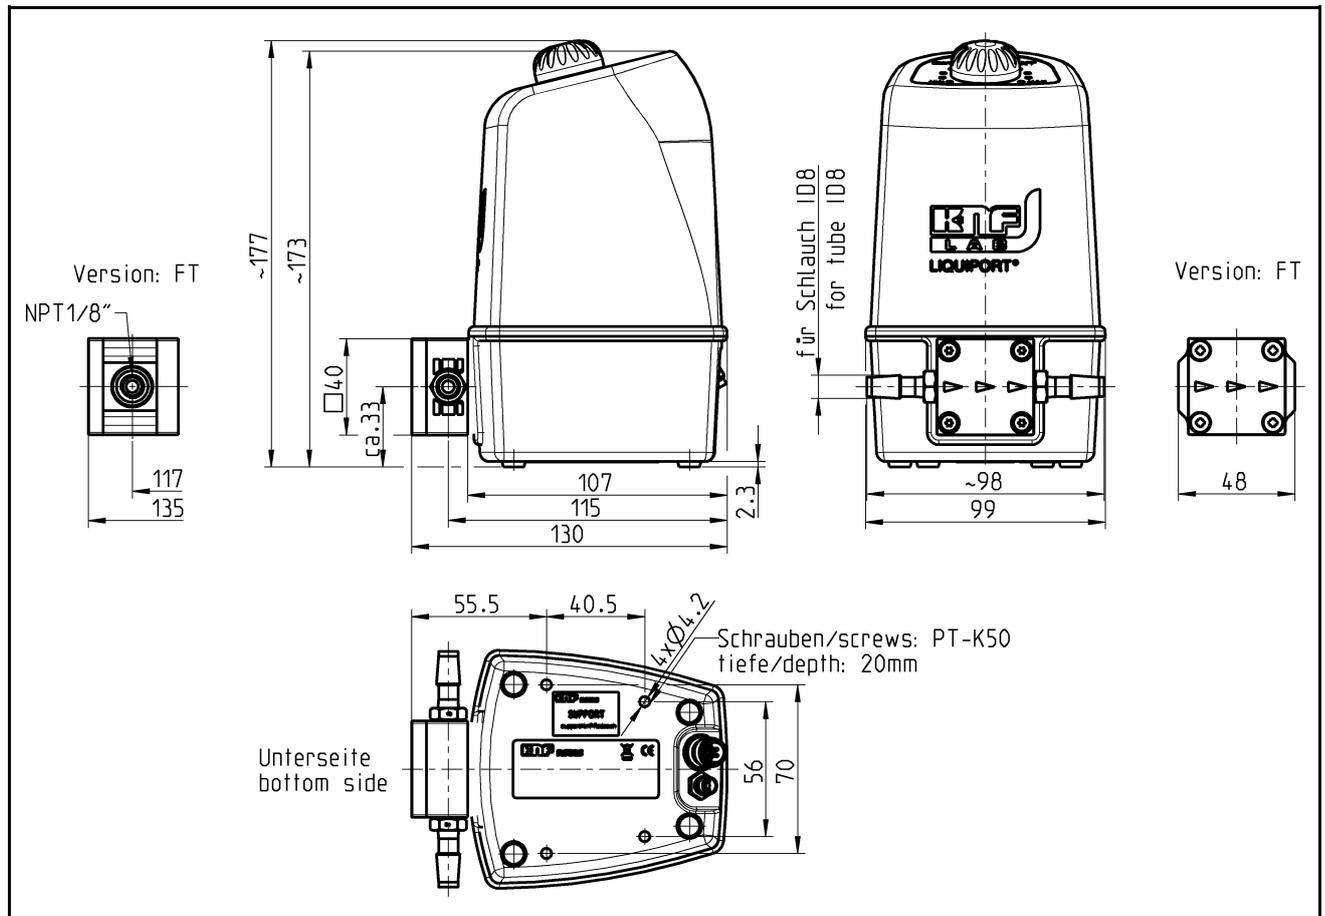
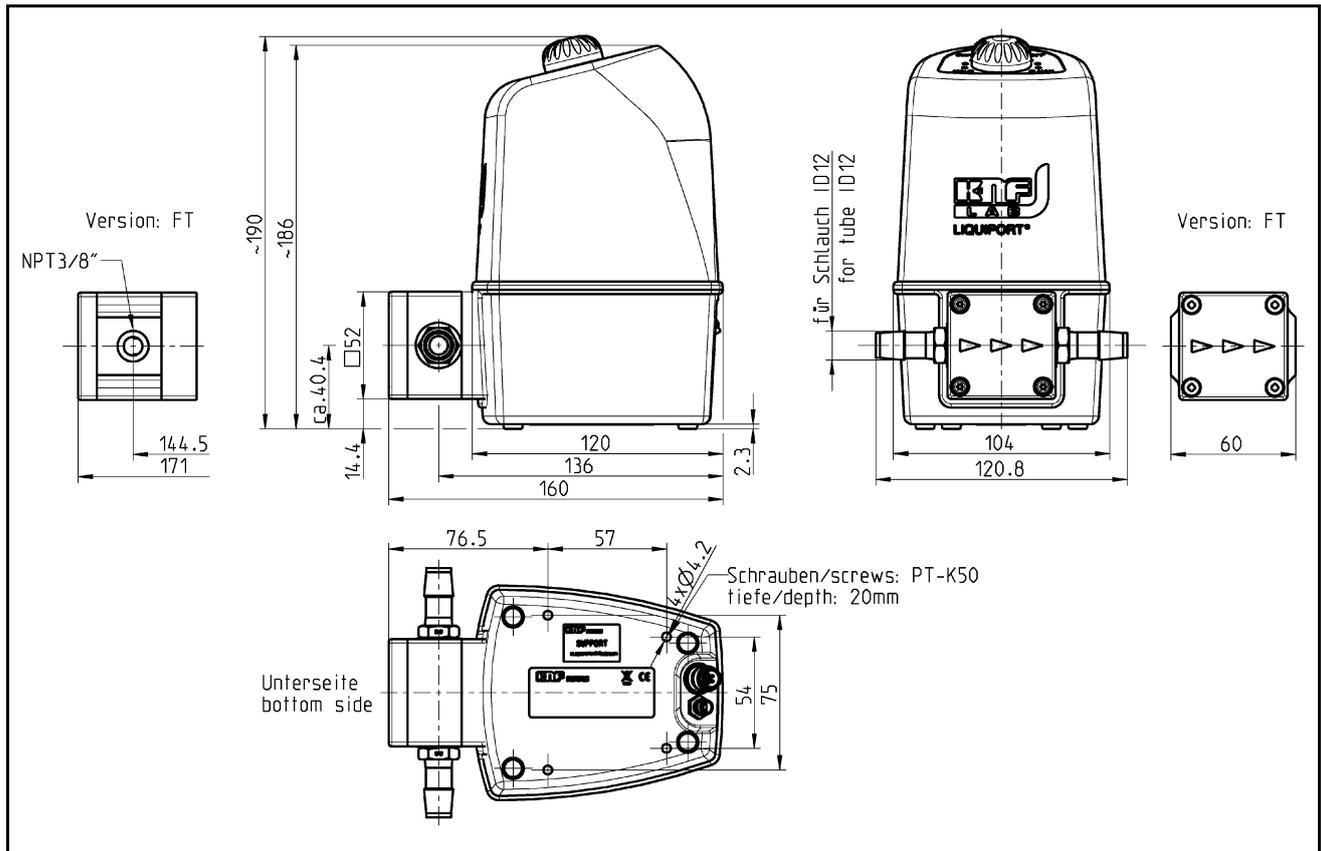

Fig. 8 : Dimensions de fixation Liquiport® 100 / Liquiport® 1.100
Fig. 9 : Dimensions de fixation Liquiport® 300 / Liquiport® 1.300
Dimensions → Dimensions de la pompe (voir Fig. 8, Fig. 9)
- ➔ La pompe peut en plus être fixée par le bas via deux vis (voir Fig. 8, Fig. 9).